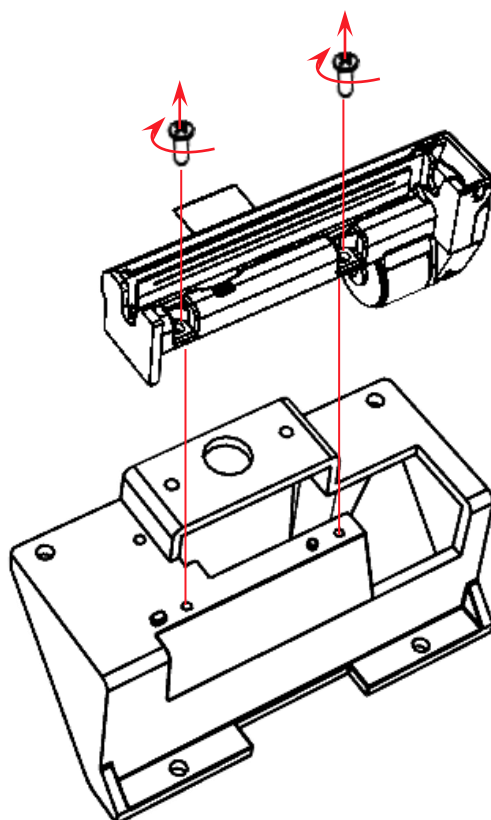

Рисунок 36. Отделение ТПМ от основания
- 8** Совместить исправный ТПМ с основанием так, чтобы отверстия на основании и на ТПМ совпадали, вкрутить 2 винта (см. рисунок 36).